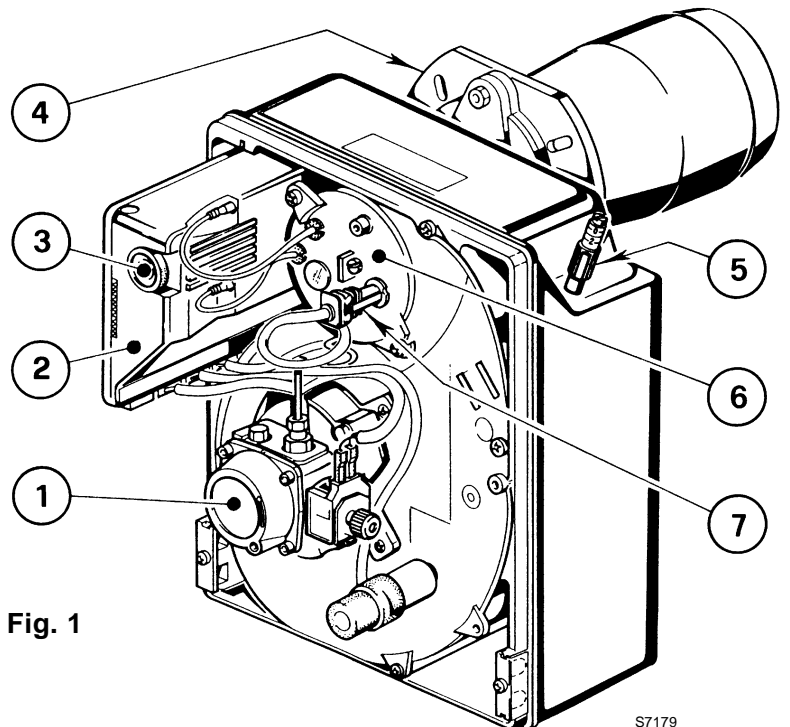

Fig. 1
- Die Reinigung des Photowiderstandes ausführen, (7, Abb. 1, Seite 1).
Nachfolgend finden Sie einige denkbare Ursachen und Abhilfemöglichkeiten für Störungen, die den Betrieb des Brenners beeinflussen oder einen nicht ordnungsgemäßen Betrieb des Brenners verursachen könnten. In den meisten Fällen führt eine Störung zum Aufleuchten der Kontrolleuchte in der Entstörtaste des Steuergeräts (3, Abb. 1, Seite 1).